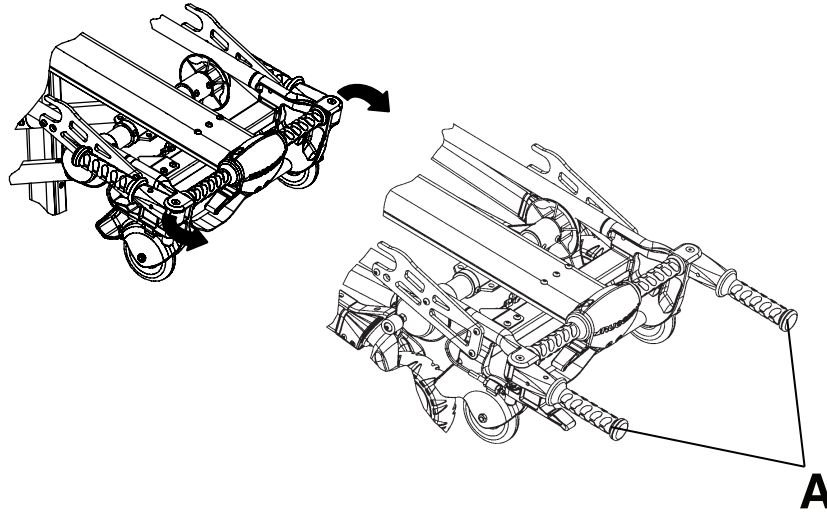

Figura 16 – Posizionamento delle maniglie di sollevamento
1. Ruotare le maniglie di sollevamento retrattili (A) in posizione (Figura 16).